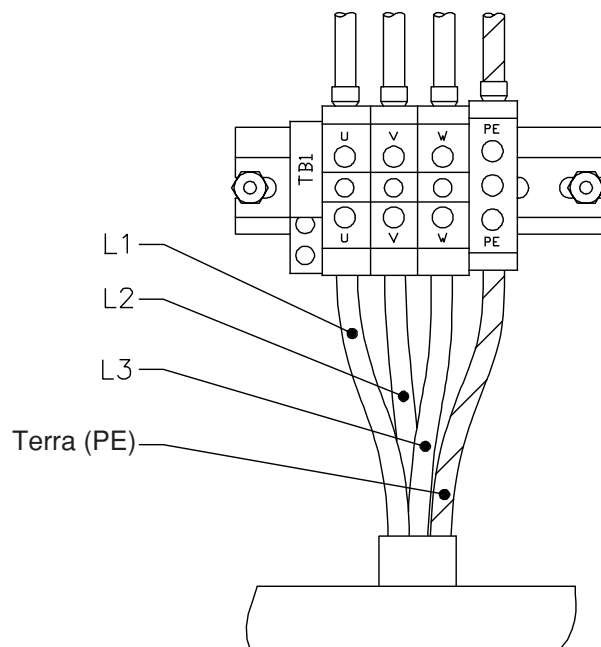

Figura e-3 Conexões do cabo de energia ao Filtro EMI
4. Conecte os cabos L1, L2 e L3 aos terminais U, V e W de TB1 (veja Figura e-3). Certifique-se de que todas as conexões estão apertadas para evitar aquecimento excessivo.
5. Conecte o cabo-terra ao terminal marcado PE no TB1 (veja Figura e-3).